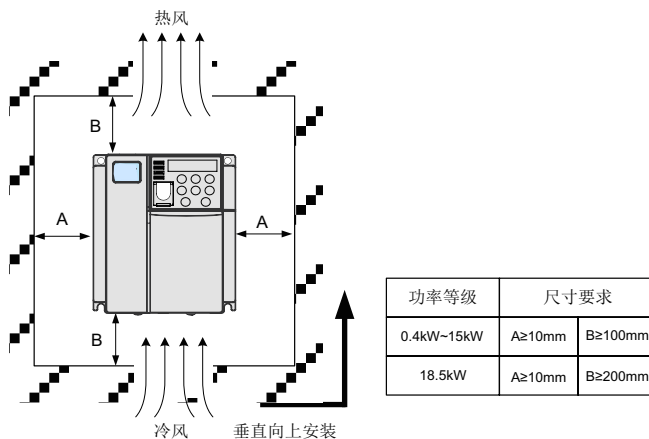

图 3-1 MD310 变频器各功率等级安装空间要求
- 1) 安装空间要求如“图 3-1 MD310 变频器各功率等级安装空间要求”所示，需保证变频器有足够的散热空间。预留空间时请考虑柜内其他器件的散热情况。